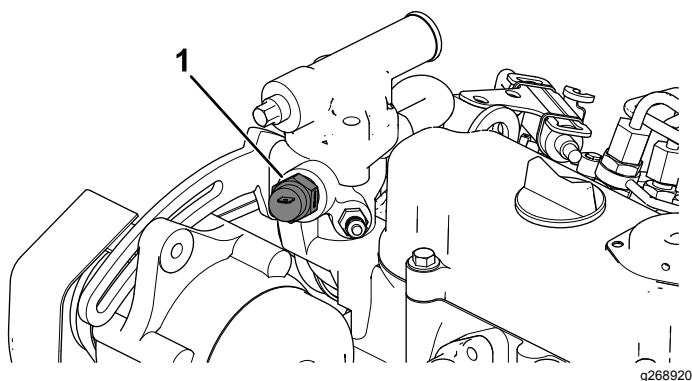

Figure 14
- A. Déposez le thermocontact du boîtier de thermostat (Figure 14).